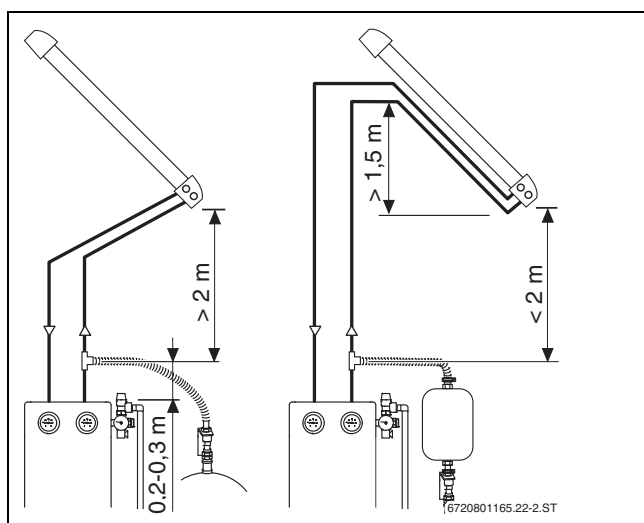

Fig. 15 Distanța până la câmpul de panouri solare (colectoare cu tuburi vidate)
- Construiți un "sac de conducte" la nivelul câmpului de panouri solare cu tur și retur, cu o înălțime de cel puțin 1,5 m (→ Fig. 15).